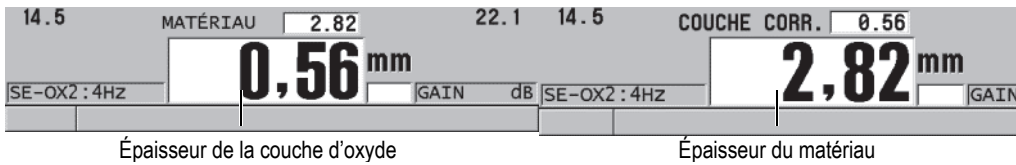

Figure 7-3 Sélection de la mesure à afficher en gros caractères
- c) Dans le champ **GROS CARACTRES**, sélectionnez la mesure à afficher en gros caractères dans l'écran de mesure (Figure 7-3 à la page 118).